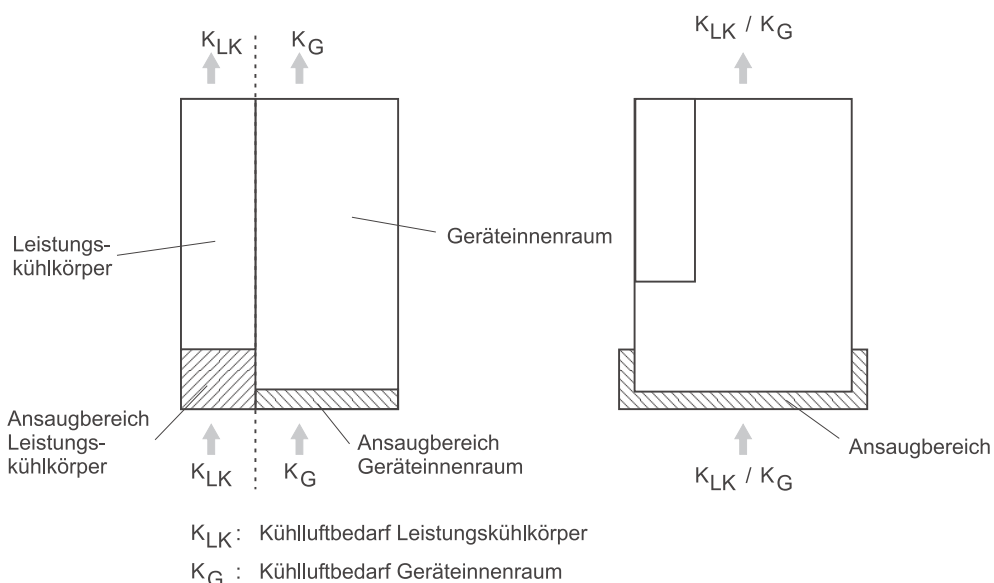

Abbildung 31: Kühlluftbedarf
- 8) Die Kühllufttemperatur bezieht sich auf den gesamten Ansaugbereich, siehe ▶Abbildung 31◀ auf Seite 96
Beim Einbau des Gerätes in einen Schaltschrank kann es daher erforderlich werden zusätzliche Lüfter einzusetzen, damit der notwendige Kühlluftbedarf gedeckt wird (siehe ▶Abbildung 31◀ auf Seite 96). Wenn der notwendige Kühlluftbedarf des Leistungskühlkörpers nicht bereitgestellt wird, muss die Ausgangsleistung des Geräts reduziert werden.